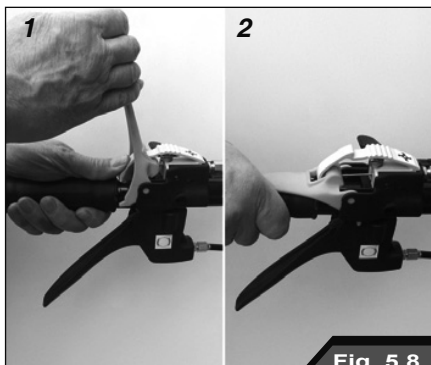

Fig. 5.8
**Do odcepiania dźwigni zablokowanej przez zaczep zabezpieczający należy koniecznie używać obu rąk (Rys. 5.8).**